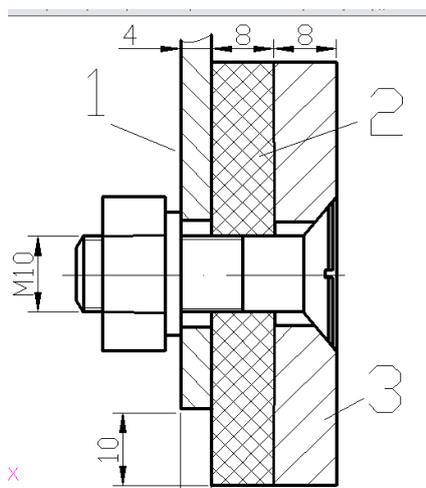

Рис.5.57. Фрагмент чертежа затвора
5. Выполните построение фрагмента чертежа затвора по размерам представленным на *Рис.5.57*.